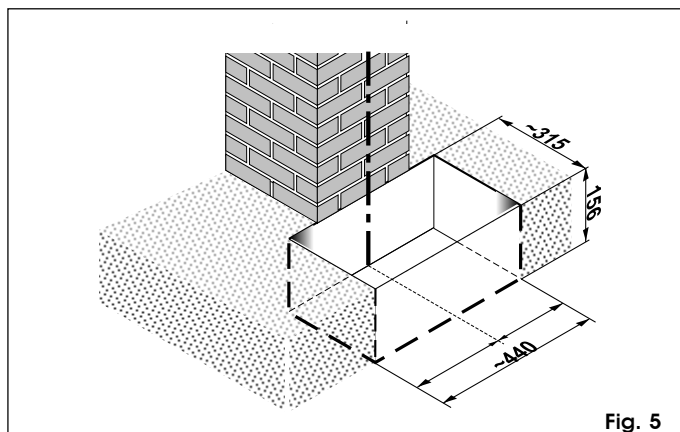

Fig. 5
1) Creuser une tranchée comme indiqué fig. 5.